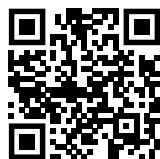

Fig. 143
- ▶ Öffnen sie das Liebherr SmartMonitoring Dashboard. (siehe Fig. 143)